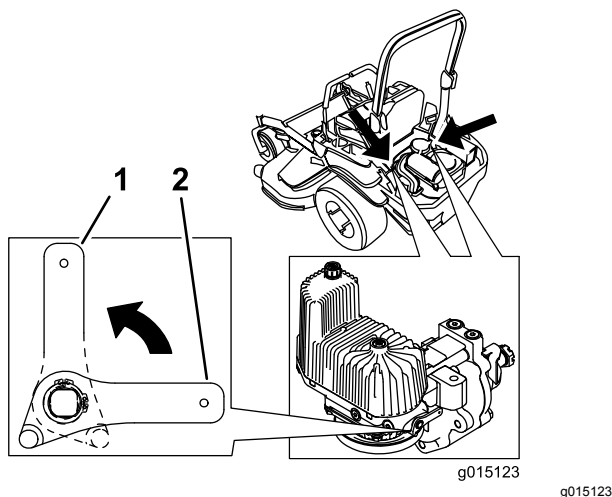

Figura 40
3. Gire las palancas de las válvulas de liberación a la posición vertical para empujar la máquina (Figura 40).
5. Gire las palancas de las válvulas de desvío a la posición horizontal para conducir la máquina (Figura 40).